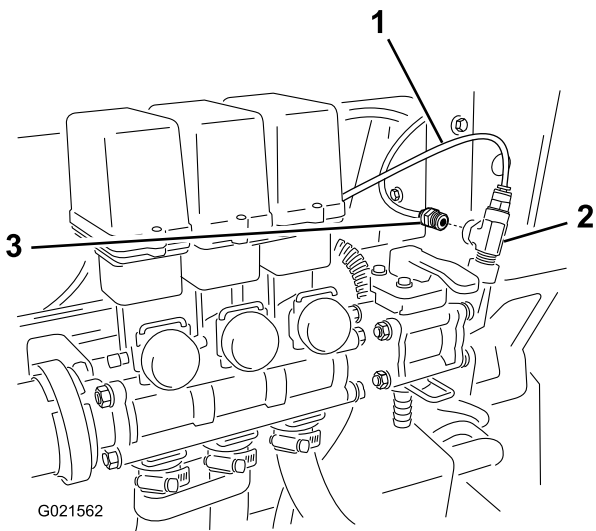

図 9
3. コントロール・ボックスの背面から出ている赤い水圧計用チューブを、T字フィッティングに接続する 図 9。